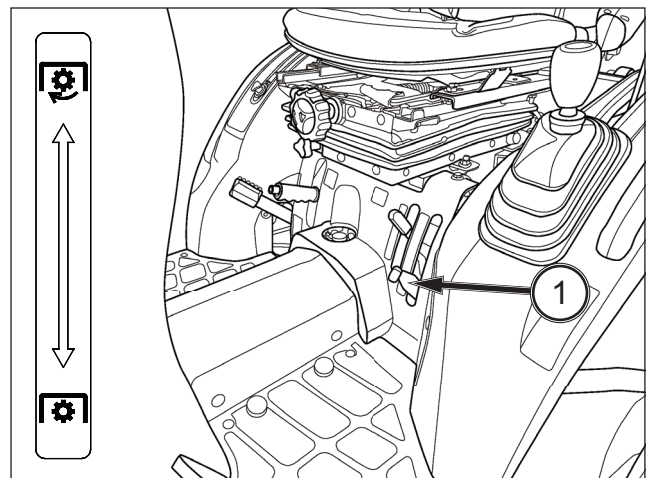

ABB. 62
ABB. 62: Die Heckzapfwelle wird über den Heckzapfwellenhebel (1) ein- und ausgekuppelt. Wenn der Hebel in der abgesenkten Stellung steht, ist die Heckzapfwelle ausgekuppelt. Wenn der Hebel in der angehobenen Stellung steht, ist die Heckzapfwelle eingekuppelt.